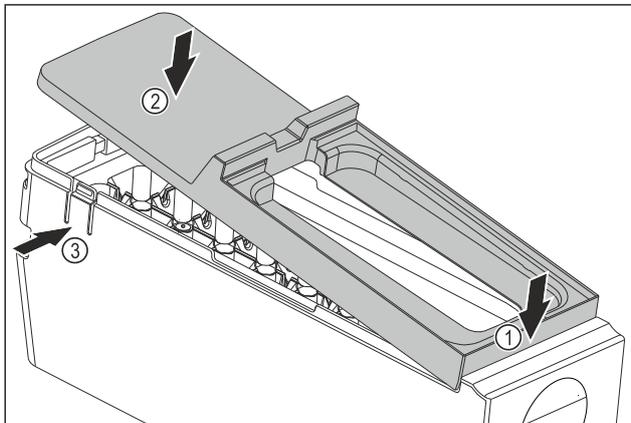

Fig. 124
- ▶ 安装 EasyTwist-Ice 机身的盖板：放置盖板前部。 Fig. 124 (1)
- ▶ 降下盖板后部。 Fig. 124 (2)
- ▶ 盖板卡入到两个接片 Fig. 124 (3)中，可以听见声音。